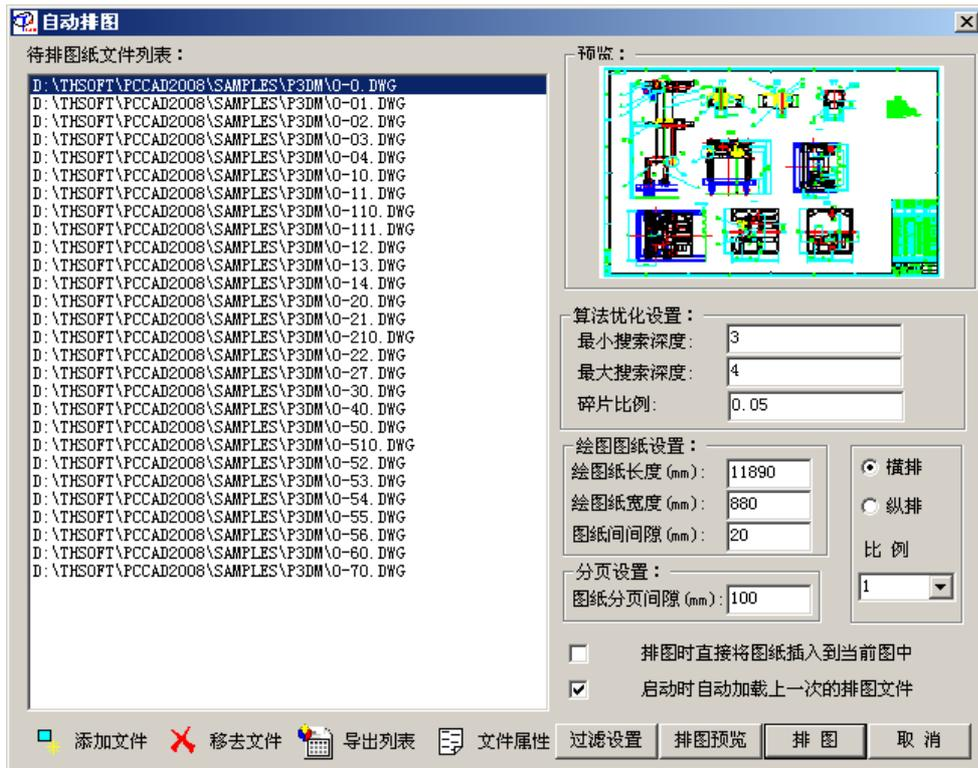

图 5-16
- 结果：弹出图 5-16 的对话框
**过滤设置：**文件的选择同时支持过滤筛选，在图 5-16 中点取“过滤设置”按钮，出现“图纸过滤设置”窗口，如图 5-18，在这里设置过滤某些特定图幅的图纸。默认不进行图纸过滤，但设置的过滤方式及参数将自动保存。